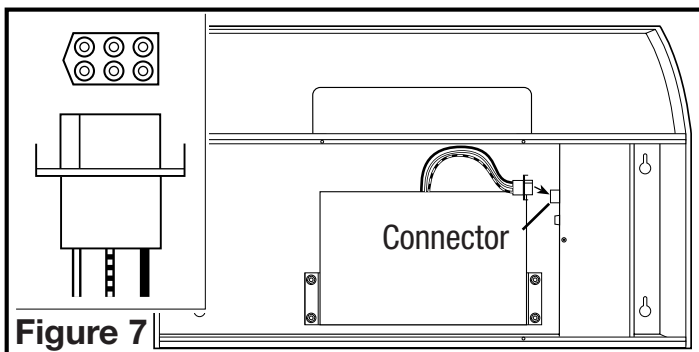

Figure 7
3. Branchez le ventilateur au connecteur approprié sur le côté du compartiment de fils. Le branchement ne pourra se faire que dans un seul sens (Figure 7).
1. Pour remplacer le fusible, tournez vers la droite le dessus de la fusible localisée à côté du fil conducteur et tirez. Remplacez avec une fusible de 125 volts, 1-1/2 ampères max. Remettez la fusible dans son emplacement (Figure 7).